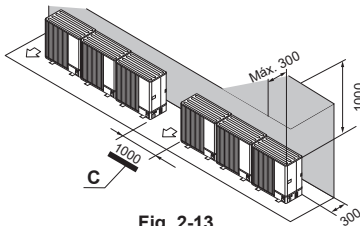

Fig. 2-13
- (2) Obstrucciones o superficies cerradas solo en las partes posterior y superior (Fig. 2-13)
- C: Espacio (Fig. 2-13)